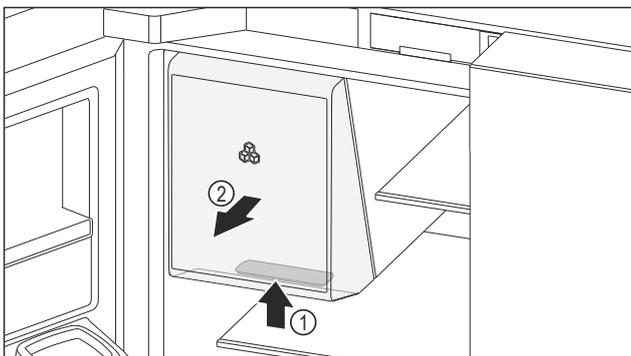

Fig. 151 Retrait du compartiment de stockage de glace
- ▶ Saisir la poignée encastrée Fig. 151 (1) du compartiment de stockage de glace par le bas et retirer le compartiment de stockage de glace par l'avant Fig. 151 (2).